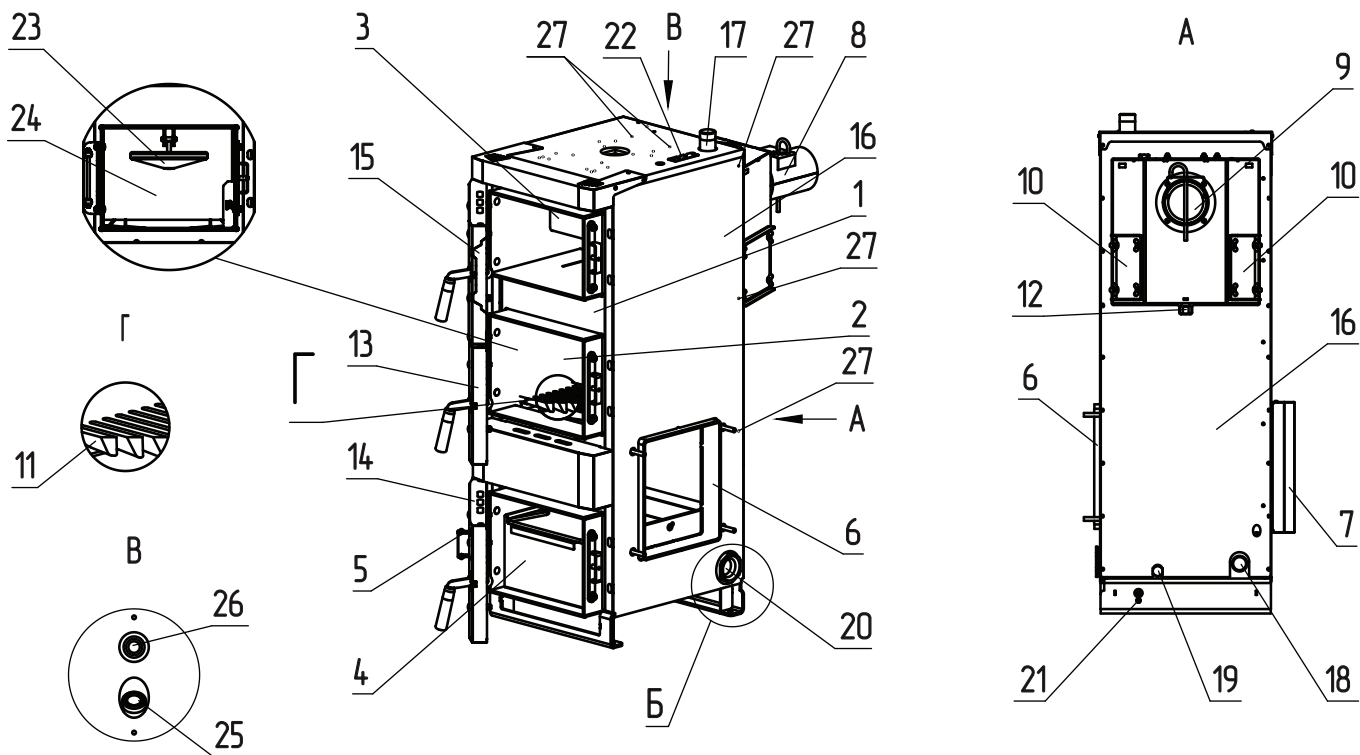

Рис.2 Конструкция теплообменника котла ZOTA Twist Plus
- Эксплуатировать котел без установленного зольного ящика (**Рис.2, поз.4**);